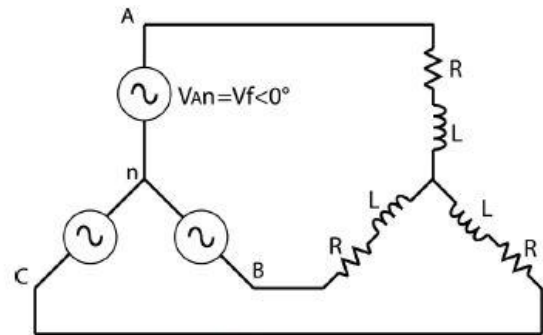

Figura 2. Circuito para
3.5. Ensamble el circuito de la figura 2 y realice las siguientes mediciones.
3.8. Para el circuito de la Figura 2, modelar su equivalente monofásico. Adicionar una elemento capacitivo en serie y paralelo con la carga de manera que se pueda mejorar el factor de potencia. Realizar mediciones solicitadas en 3.5.